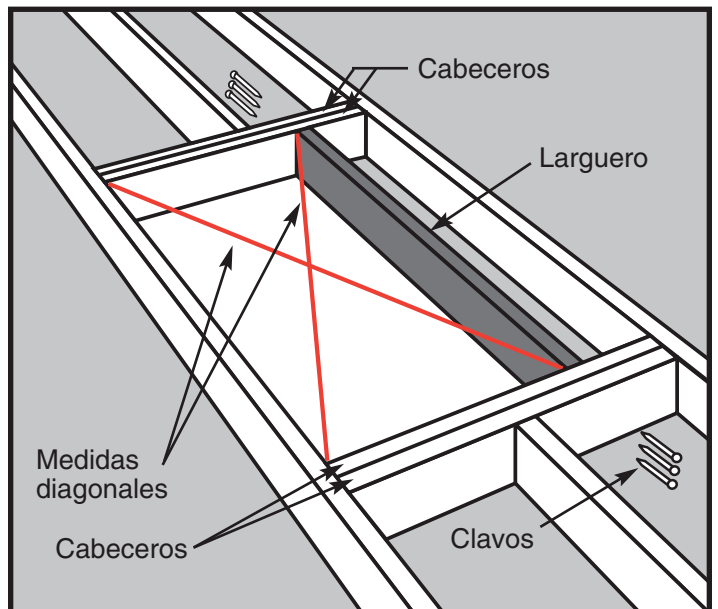

Figura 18
- PASO 4.** Posicione el (los) larguero(s) a lo largo del (de los) lado(s) no enmarcado(s) de su ubicación (vea la Figura 18). Verifique que las dimensiones internas del marco sean 63.5 cm (25") x 167.6 cm (66").
- PASO 5.** Para unir el (los) larguero(s) a los cabeceros, utilice clavos de longitud suficiente para pasar a través de ambos cabeceros e insertarse en el larguero al menos 25.4 mm (1"). Ponga el (los) larguero(s) a escuadra con los cabeceros en un extremo, e inserte tres (3) clavos 16d en el larguero, a través de los cabeceros.
- Verifique la escuadra, y luego clave el otro extremo. Verifique que la abertura sin terminar esté a escuadra. Para ello, mida las diagonales. **Las dos medidas deben diferir en menos de 3.2 mm (1/8") para que el conjunto se considere a escuadra** (vea la Figura 18).